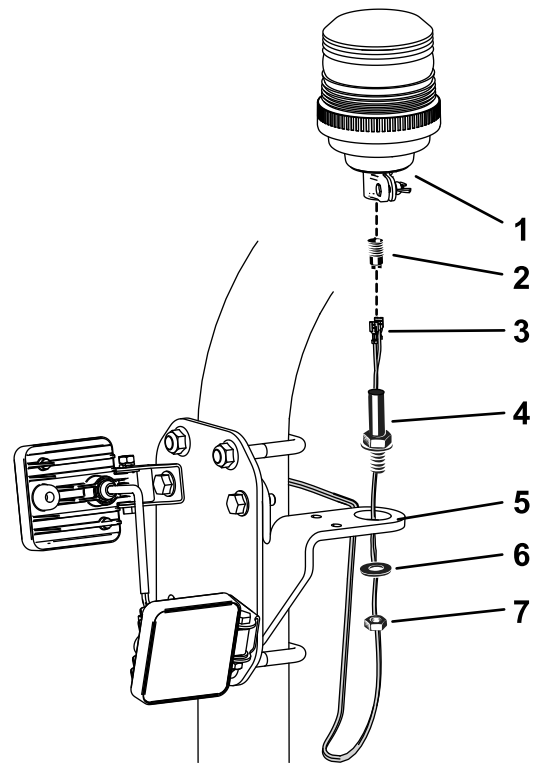

Figura 12
Nota: O conector do sinal luminoso pode ser desenroscado da tomada do sinal luminoso para ligação (Figura 12).
5. Monte o sinal luminoso no suporte como se mostra na Figura 12.